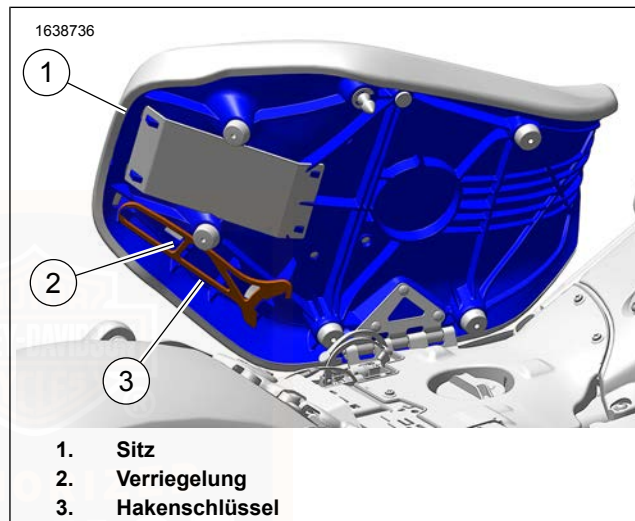

Abbildung 17. Hakenschlüssel-Aufbewahrungsfach
2. Siehe Abbildung 17. Die Verriegelung (2) anheben und den Hakenschlüssel (3) vom Aufbewahrungsfach schieben.